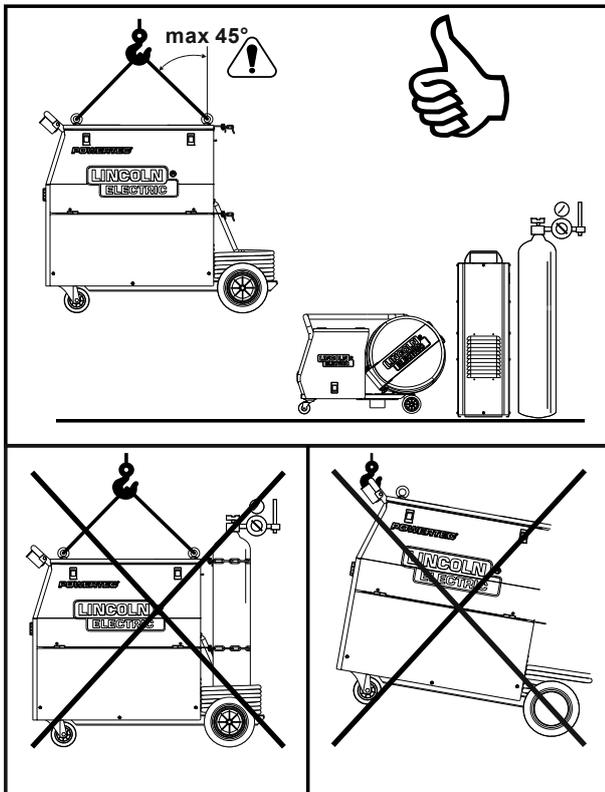

Abb. 17.
- Ringschraube aufsetzen und entsprechend Abb. 17 die Last axial in einem Winkel von 45 Grad aufnehmen.